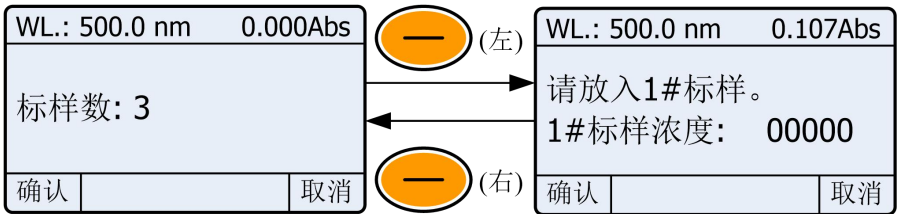

图 4-11
- 5) 标定标准样品浓度。根据提示将标准样品置于光路中，、 键输入对应的浓度值， (左) 确认 (图 4-11)，依次完成所有标准样品标定后建立的标准曲线将自动保存在仪器存储器中;